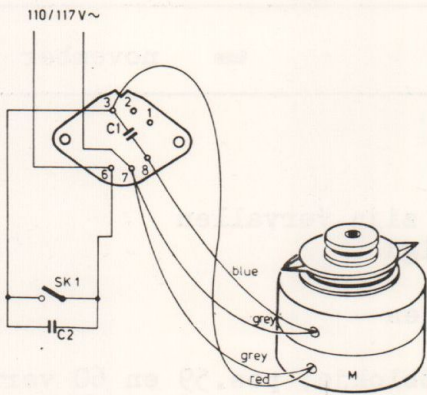
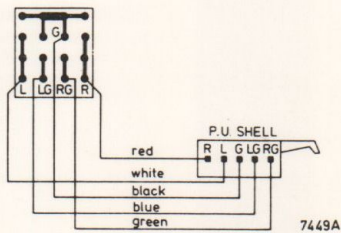

Fig. 1.
Fig. 5.
Når "STOP"-vippeknappen nedtrykkes, skubbes udløserpalen 84, via fjeder 96 (på stopstangen 95) (se just. - fig. 1) hvorved den fanges af stopprofilen på pos. 54. Denne profil skubber nu til pos. 84. Låsearmen 85, som er fastgjort til denne pal, drejes herved; drivarm 102 frigøres og bliver trukket op af fjeder 106. Den halvrunde tap på kanten af pos. 102 glider nu ind i kommandoskivens (54) spiralformede rille, hvilket får armen til at bevæge sig i retning af pick-uparmens forankringspunkt. Det, at armen bevæges, får samtidig arm 100 til at bevæge sig i samme retning (via koblingsstykket pos. 101). Pos. 100 har til opgave at hæve og sænke pick-uparmen. Hævningen sker ved hjælp af liften 97. Når pick-uparmen returnerer til udgangspositionen sker dette ved at armen 100, ved sin bevægelse væk fra centrum, skubber til låsepladen 82 (fastgjort til pick-uparmsholderen 75). Idet drivarmen 102 når til sin yderste stilling, skubbes den ud af kommandohjulets rille og trækkes øjeblikkeligt, takket være inertien i fjeder 104, tilbage til sin udgangsposition. Da armen 100, som tidligere nævnt, er forbundet til pos. 102 via koblingsstykket 101, returnerer også den til sin udgangsposition. Samtidig med at drivarmen pos. 102 bliver trukket tilbage mod centrum, skubber en profil på denne til bøjlen pos. 69, hvilket igen får afbryderarmen pos. 67 til at fjerne sig fra afbryder 68. Afbryderarmen, som har forbindelse med pos. 102, stoppes af profilen på underchassis 105.
Når stoppknappen er trykket inn med fjær 96 (på stopparm 95), skyves fangarm 84 tilside (se justering - fig. 1). Derved beveges fangarm 84 inn i sporet på bryterfremspringet. Bryterfremspringet, under midten på styreskive 54, kan så skyve fangarm 84 tilside. Låsrm 85, som er festet til denne fangarmen, dreies bort, drivarm 102 frigjøres, slik at denne armen skyves oppover av bryterbrakett 106. Fremspringet på drivarm 102 går så inn i spiralsporet på styreskive 54. Drivarm 102 går via øvre fører også i spiralsporet på styreskiven og blir skjøvet utover, dessuten skyves betjeningsarm 100 bort. Betjeningsarm 100 har to funksjoner; løfting og tilbakeføring av PU-armen. Heving skjer ved hjelp av løftearm 97. Tilbakeføring av PU-armen skjer fordi impulsplate 82, festet til holder 75, bringes med når betjeningsarm 100 beveges utover. PU-armen er festet på toppen av holder 75. PU-armen beveger seg mot støtten. Kommet i sin ytterstilling, skyves drivarm 102 gradvis ut av spiralsporet langs det ytre, hellende sporet, hvorved drivarmen føres til sin begynnelsesstilling av fjær 104 langs den nederste fører. Fordi betjeningsarm 100 er koplet til drivarm 102, via koplingsstykke 101, vil også betjeningsarmen gå tilbake til begynnelsesstilling. Under denne bevegelse skyver et fremspring på siden av drivarm 102 brakett 69 tilside, slik at bryterarm 67, som er koplet til drivarmen, ikke lenger er tilkople netspenningen. Denne armen forblir utkoplet p.g.a. at bryterarmen stenges av fremspring "X" på V-plate 105.
b. PU-arm dopje pos.89 is gewijzigd
c. Bladveer pos.106 is vervallen
d. Aansluitblok pos.98 is vervallen
- a. Vanaf stempeling 514 is het aansluitblokje, pos.59 en 60 vervallen. Voor de nieuwe aansluitingen van de motor zie fig. 1 t/m 4.
- b. Vanaf stempeling 516 is het PU-arm dopje pos.89 gewijzigd. Bestelnummer nieuw dopje 4822 462 71019. Voor servicedoeleinden wordt alleen het nieuwste dopje geleverd.
- d. Vanaf stempeling 534 is het PU-snoer aansluitblok, pos.98 vervallen. Het PU-snoer wordt nu op een printplaat gesoldeerd. Voor montage-schema zie fig.5.